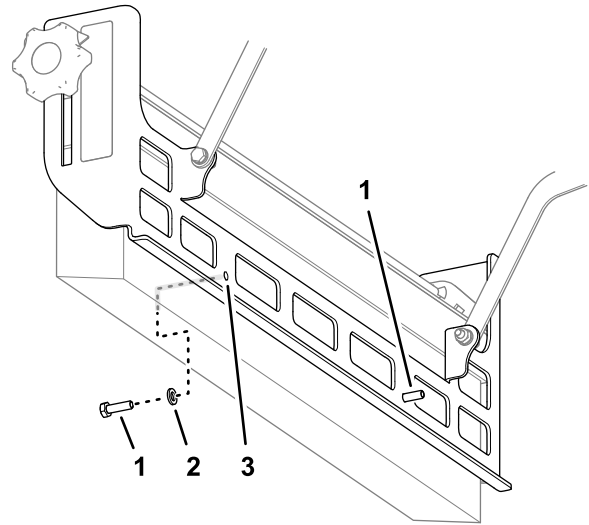

Figura 10
1. Coloque un tornillo de caperuza (6 x 20 mm) y una arandela (6 mm) a través del taladro en el bastidor del cepillo (Figura 10).
2. Monte el otro tornillo de caperuza (6 x 20 mm) y una arandela (6 mm) a través del otro taladro en el bastidor del cepillo (Figura 10).